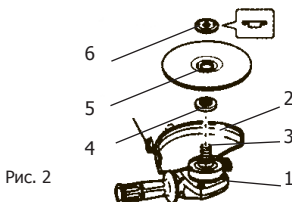

Рис. 2
- установите защитный кожух (1) в удобное для работы положение в зависимости от вида работ и используемого рабочего инструмента:
5.3. Установка шлифовального круга (рис. 2):